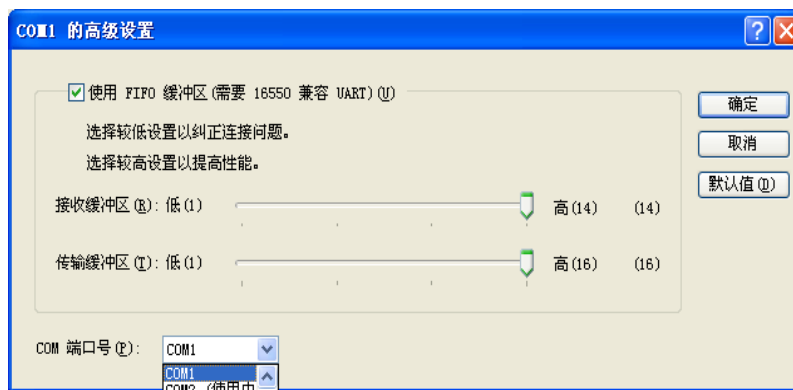

图 5.5 串口高级属性设置
7) 在图 5.5 中双击“高级”，在“com 端口号 (P)”处选择“com1”按确定键即可。